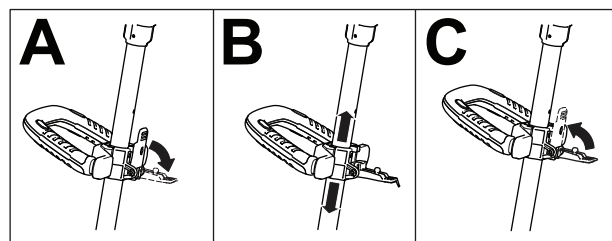

Figura 12
1. Abra el pestillo de la empuñadura auxiliar (Figura 12, A).
2. Deslice la empuñadura auxiliar hacia arriba o abajo hasta la posición deseada (Figura 12, B).
3. Cierre el pestillo de la empuñadura auxiliar para fijarla en su lugar (Figura 12, C).